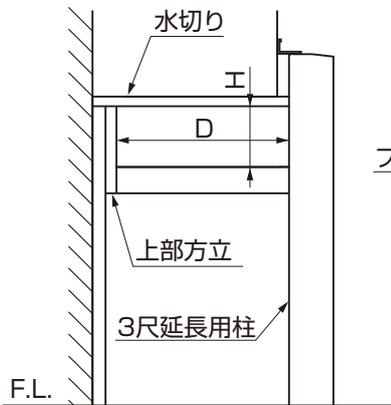

図25-1
- ① フィックスパネルを「32. 面材の切出し」を参照して切断してください。
- ② 図25-1を参照して、妻梁上部からバルコニー水切り下面まで (H寸法) を測定してください。
- ③ 図25-1を参照して、上部方立から3尺延長用柱背面まで (D寸法) を測定してください。
- ④ グレチャン、フィックス枠、フィックス枠フタを加工してください。(図25-1、表25-1、表25-2参照)
- ⑤ グレチャンをフィックス枠にはめ込んでください。
- ⑥ フィックス枠連結金具とフィックス枠、フィックスパネルを【26-1】で取付け、側面フィックス枠を組立ててください。